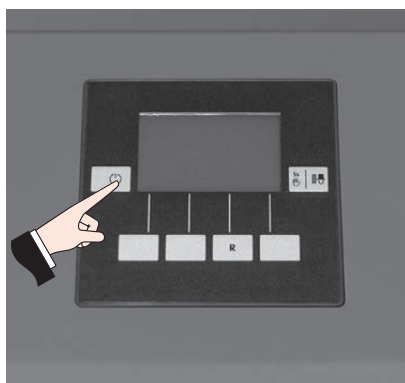

Fig. 4 Aprire lo sportello della camera di combustione durante l'operazione di riempimento
► Per evitare che si crei una depressione nella caldaia a pellet, aprire lo sportello della camera di combustione (Fig.4 – vedere anche punto 7. Apertura della porta di contenimento) e lasciarla aperta durante l'operazione di riempimento.